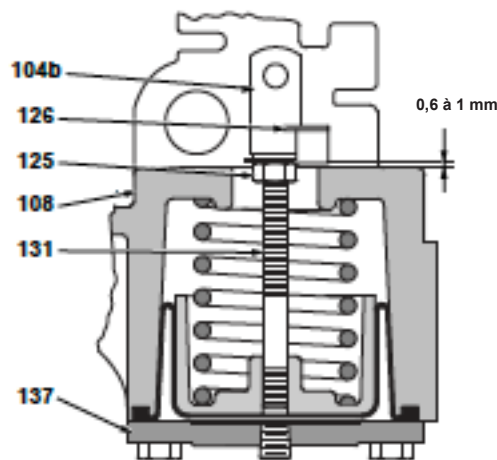

Figure 14 - Réglage de la chape de la tige de piston (104b)
4.1.1 Réglage de la chape de la tige de piston sur la vanne à levier simple VariPak 28001 (Figures 14 et 26)
4.1.2 Réglage de la chape de la tige de piston sur la vanne à coefficient C_v réglable VariPak 28002 (Figures 14 et 27)